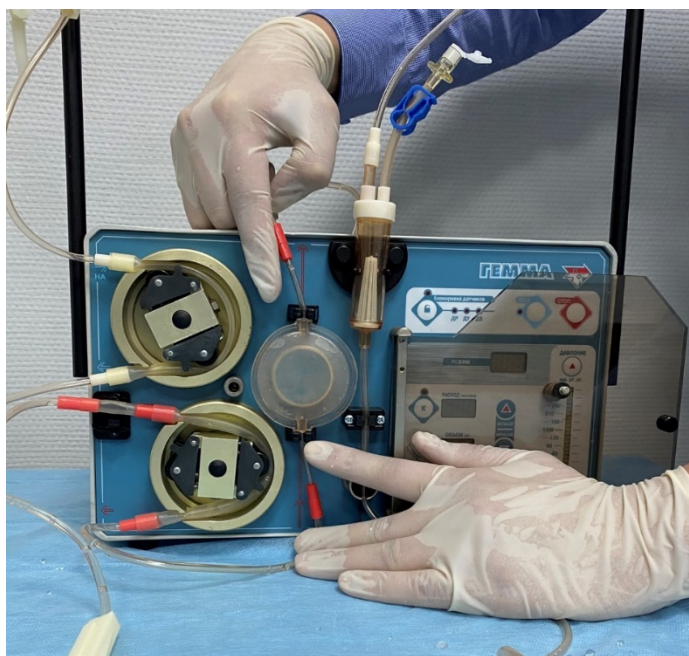
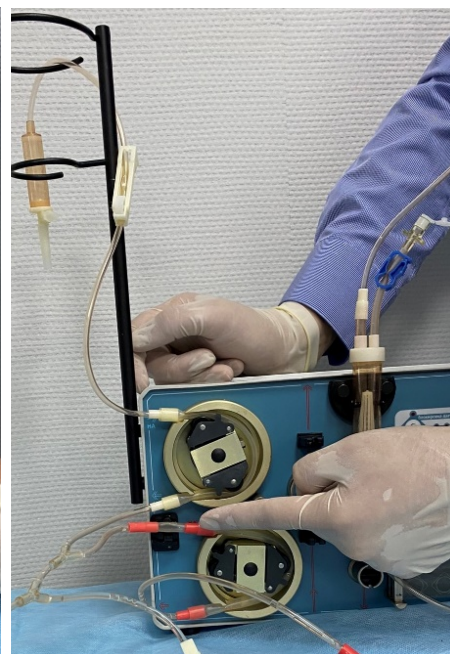

Рисунок 2.15
Рисунок 2.16
- 2.6. Установите дозирующий контейнер в стойки крепления дозирующего контейнера (рис. 2.15). Проверьте правильность закрепления магистрали во всех датчиках (рис. 2.16).